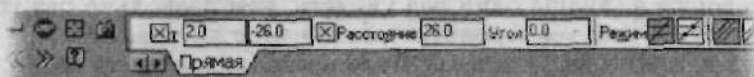

Рис. 2.36. На Панели свойств укажите расстояние между параллельными прямыми 26 мм
8. Выберите на **Панели свойств** в поле расстояние равное **26 мм** (рис. 2.36) и нажмите клавишу **Enter** (Ввод). Далее щелкните на кнопку  (*Создать объект*), которая располагается на этой же панели. Данная вспомогательная прямая будет являться верхним габаритом нашего эскиза,